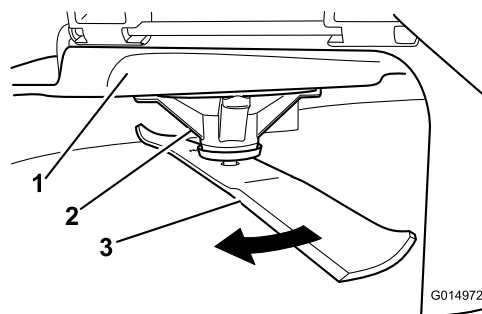

Figura 43
2. Llevando guantes fuertemente acolchados u otro tipo de protección apropiada para las manos, gire la cuchilla a medir lentamente hasta una posición que permita medir eficazmente la distancia entre el filo de corte y la superficie nivelada en la que descansa la máquina (Figura 43).